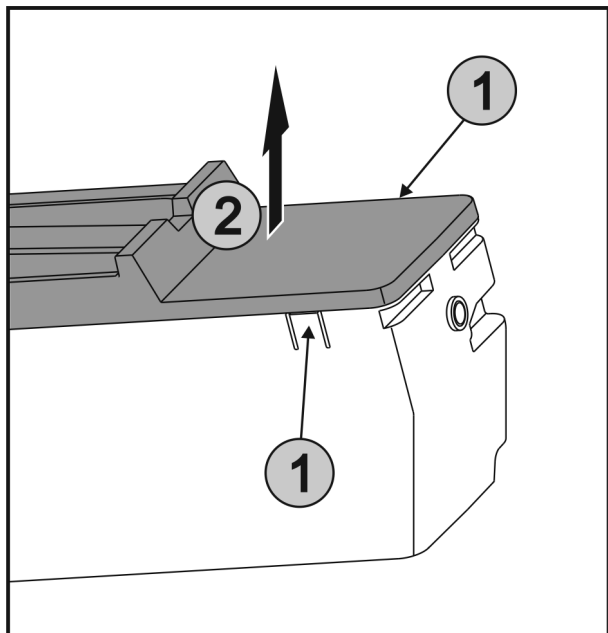

Fig. 41
- ▶ Одновременно нажать на наклейки Fig. 41 (1) на обеих сторонах EasyTwist-Ice и снять крышку Fig. 41 (2) движением вверх.